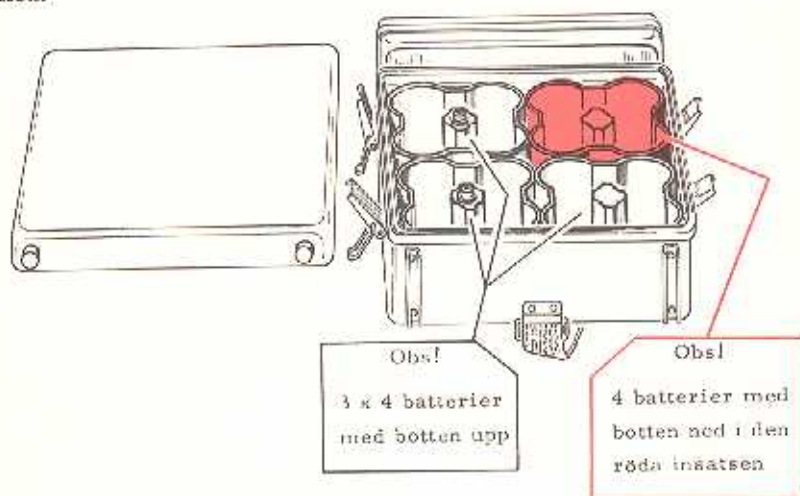

Bild 24. Batteribyte
3. Sätt i nya torrbatterier typ M2671-002 enligt bild 24.